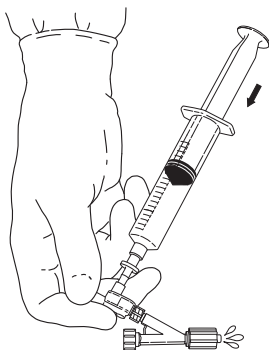

Fig. 3
5. Purgue el aire restante colocando el pulgar sobre el orificio de inyección. Con suavidad, purgue las burbujas de aire restantes hacia el exterior de la válvula de no retorno y del adaptador Tuohy-Borst. **(Fig. 3)**